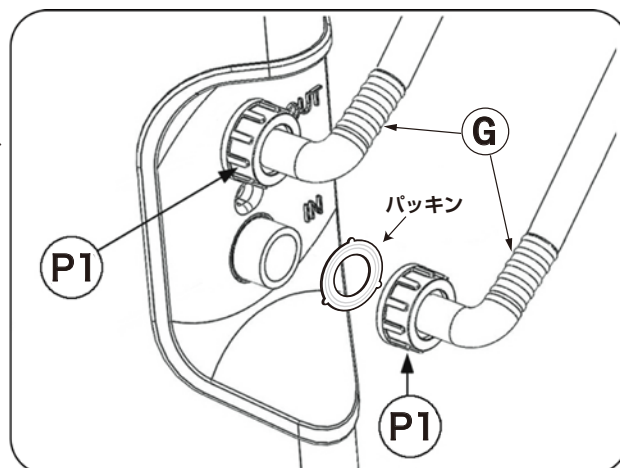

図6
10) 図6を参照してください。継手 (図6のG) を本体に取り付け、固定ネジ (図6のP1) を回して固定します。